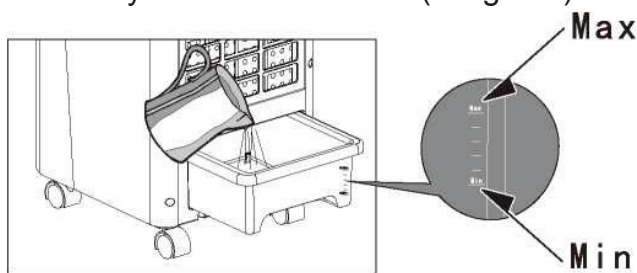

Imagen 3
- ❶ Saque el depósito de agua por la parte posterior del aparato hasta la mitad y llénelo lentamente (imagen 3).
- ❷ Observe la ventana de nivel de agua situada en la parte posterior del depósito de agua cuando vierta el agua.
- ❸ Evite que el agua exceda la línea MAX o que esté por debajo de la línea MIN (imagen 3).
- ❹ Meta el depósito de agua cuando termine de verter el agua.
- ❺ Poner hielo o un bloque de hielo en el depósito de agua puede mejorar el efecto de enfriamiento.